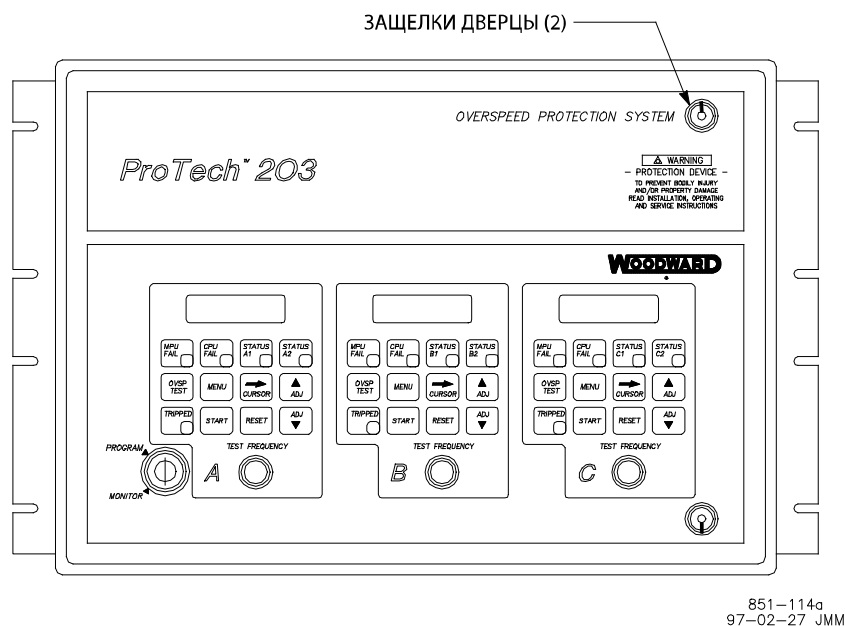

Рис. 5-1. Передняя дверца системы ProTech
2. Для того, чтобы открыть переднюю дверцу, поверните против часовой стрелки две защелки дверцы (см. рис. 5-1).